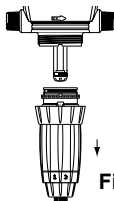

Fig. 17
- Tirer vers le bas pour dégager la partie dosage (Fig. 17).